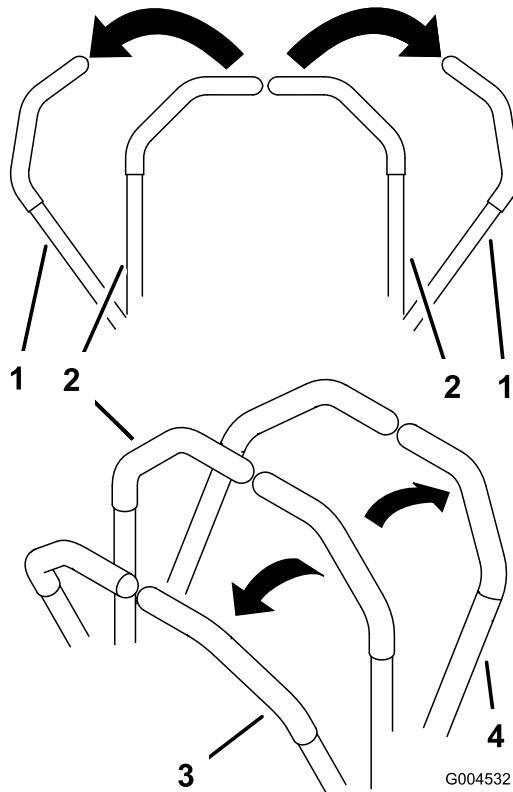

Figura 16
3. Para ir hacia adelante, empuje lentamente las palancas de control de movimiento hacia adelante (Figura 16).
Para ir recto, aplique la misma presión a ambas palancas de control de movimiento (Figura 16).
Para girar, mueva la palanca de control de movimiento hacia punto muerto en el sentido en el que desea girar (Figura 16).
- Para ir hacia atrás, tire lentamente de las palancas de control de movimiento hacia atrás (Figura 16).
Para girar, deje de empujar la palanca de control de movimiento del lado al que desea girar (Figura 16).